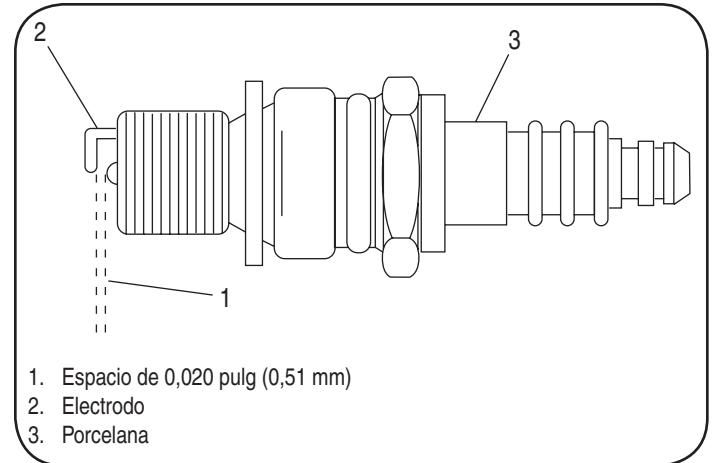

Figura 14
- Quite e inspeccione la bujía. Compruebe el hueco para asegurarse que es puesto en .020". Ver la Figura 14.